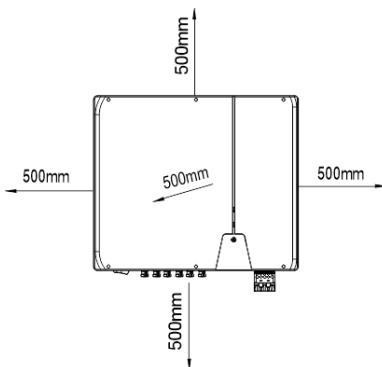

Fig. 3.1: Dispositivo na instalação exterior
- ① Caixa de cartão, com o suporte e o conjunto de montagem, retirada da embalagem e aberta.
- NOTA:** As distâncias mínimas entre dois dispositivos ou entre o dispositivo e o teto ou o chão já estão considerados no desenho Fig. 3.1.